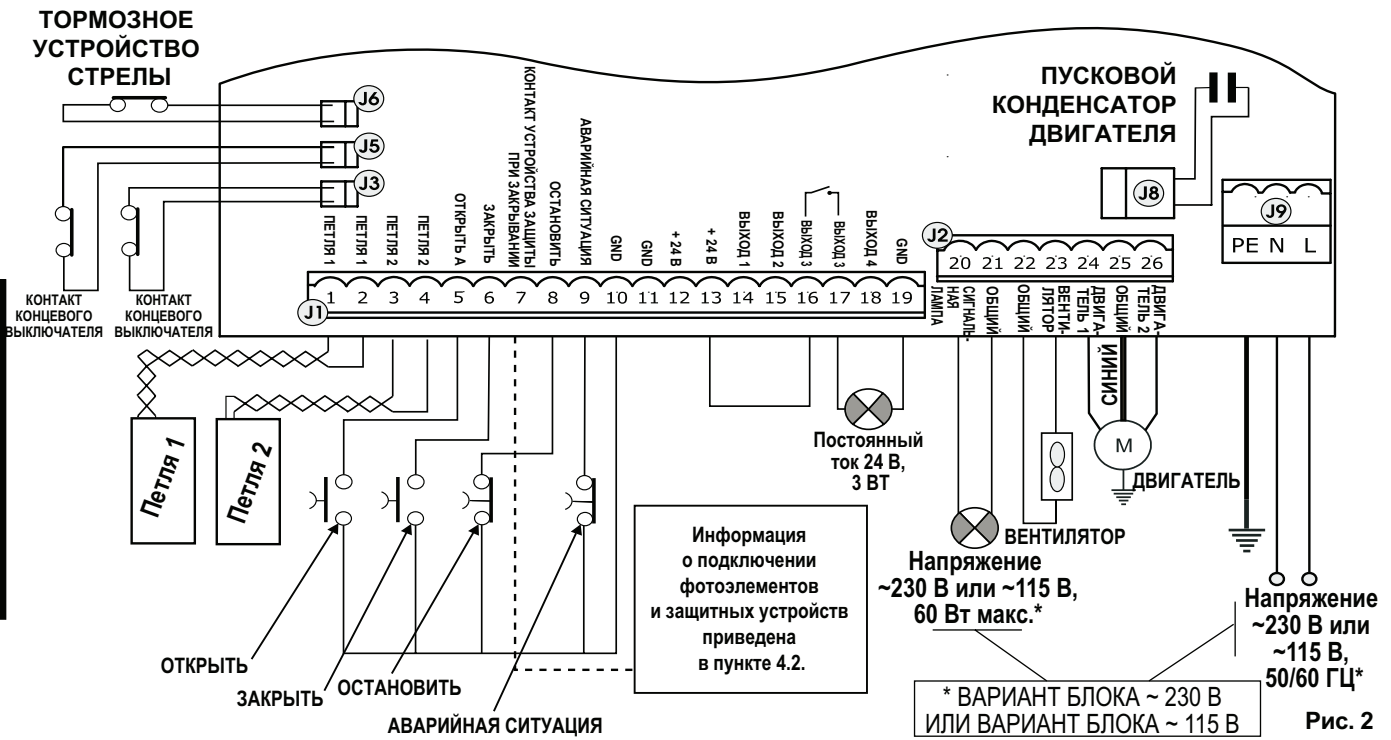

Рис. 2
- Подключите заземляющий кабель к контакту J9 разъема блока (см. Рис.2).
4.1. КЛЕММНАЯ КОЛОДКА J1 - АКСЕССУАРЫ (РИС. 2)
**⚠** Чтобы не ставить под угрозу правильную работу системы, не превышайте мощности, указанные на Рис. 2.
**4.4. КЛЕММНАЯ ПАНЕЛЬ J2 – ДВИГАТЕЛЬ, СИГНАЛЬНАЯ ЛАМПА И ВЕНТИЛЯТОР (РИС. 2)**
**4.5. РАЗЪЕМ J8 КОНДЕНСАТОРА ДВИГАТЕЛЯ (РИС. 2)**
**4.6. КЛЕММНАЯ ПАНЕЛЬ J9 – ИСТОЧНИКИ ПИТАНИЯ (РИС. 2)**
**4.7. БЫСТРОСЪЕМНЫЕ РАЗЪЕМЫ J3, J5 - ДЛЯ КОНЦЕВЫХ ВЫКЛЮЧАТЕЛЕЙ ОТКРЫВАНИЯ И ЗАКРЫВАНИЯ (РИС. 2)**
**4.8. РАЗЪЕМ J6 – ДАТЧИК ТОРМОЗНОГО УСТРОЙСТВА СТРЕЛЫ (РИС. 2)**